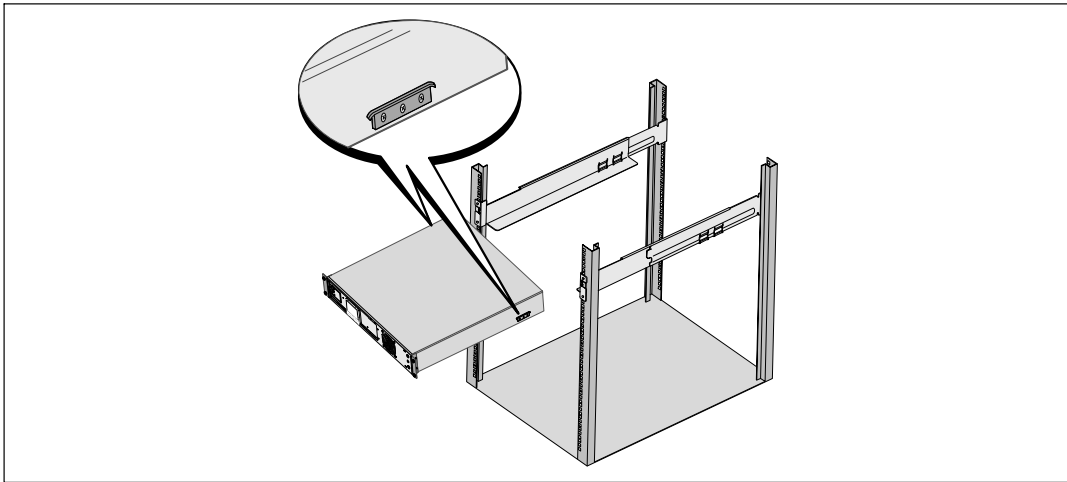

Abbildung 15. Montage des Gehäuses
- 6 Schieben Sie die Schienen in das Gestell (siehe Abbildung 15). Wiederholen Sie den Vorgang für weitere Gehäuse.